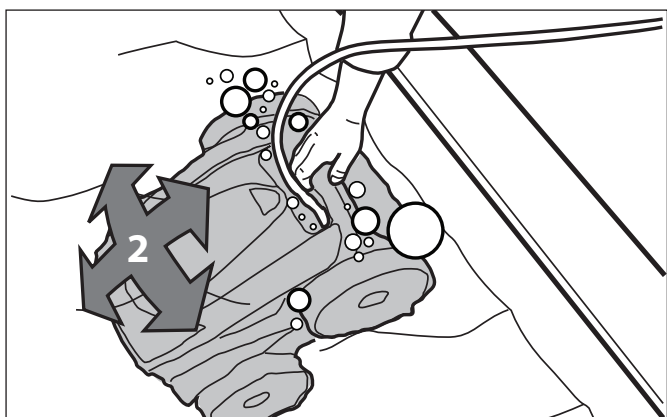

Figure 14. Robot au fond de la piscine
2. Assurez-vous que le robot descend jusqu'au fond de la piscine. Se référer à la figure 14.